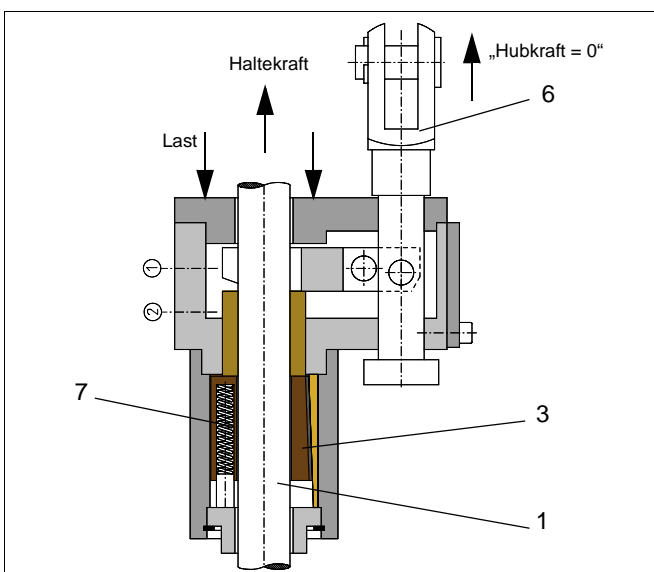

Abb. 3: Zustand der Absturzsicherung KRM nach Schließhub
Dann legen sich die Fangbacken (3) Abb. 3 unter der Wirkung der Federn (7) Abb. 3 an die Stange (1) Abb. 3 an und halten die Last.
Die volle Klemmkraft wird dadurch aufgebaut, dass sich die Absturzsicherung KRM zusammen mit der Last entlang der Stange nach unten bewegt. Damit werden zunächst die Fangbacken (3) Abb. 3 durch die selbstverstärkende Haftreibung an der Stange um den Einzugsweg (ca. 5 bis 15 mm je nach Baugröße) in die Klemmstellung auf den Anschlag gezogen, vgl. Phase A des Kraft-Weg-Diagrammes.